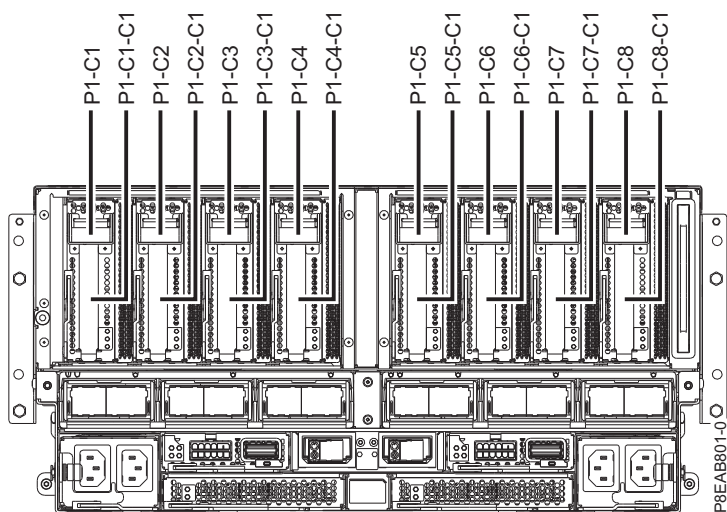

Figure 25. Emplacements de carte PCIe disponibles sur le système
1. Déterminez l'emplacement dans lequel vous souhaitez installer un carte PCIe. La Les emplacements de carte PCIe sont situés à l'arrière d'un système. figure 25 illustre les codes d'emplacement de carte PCIe.